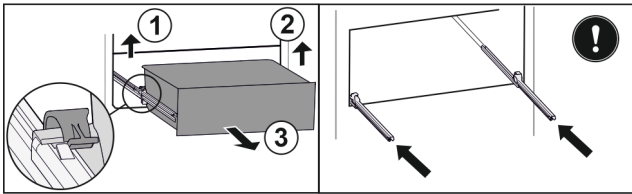

Fig. 211
- ▶ Linke Klemme anheben und gleichzeitig Schubfach links nach vorne ziehen. Fig. 211 (1)
- ▶ Rechte Klemme anheben und gleichzeitig Schubfach rechts nach vorne ziehen. Fig. 211 (2)
- ▶ Schubfach nach vorne entnehmen. Fig. 211 (3)